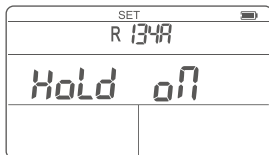

Figura 11 Interface de configuração de compensação de temperatura
2. Pressione brevemente o botão três vezes para alternar para a configuração de compensação de temperatura (Figura 11).